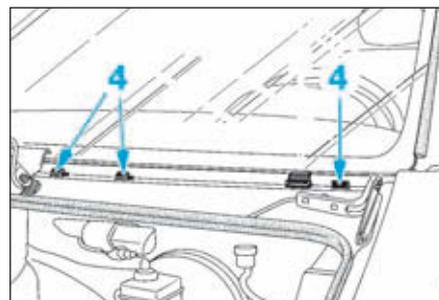

FIG.76
• Procéder dans l'ordre inverse des opérations de dépose en s'assurant de la présence des agrafes (4) (Fig.76).